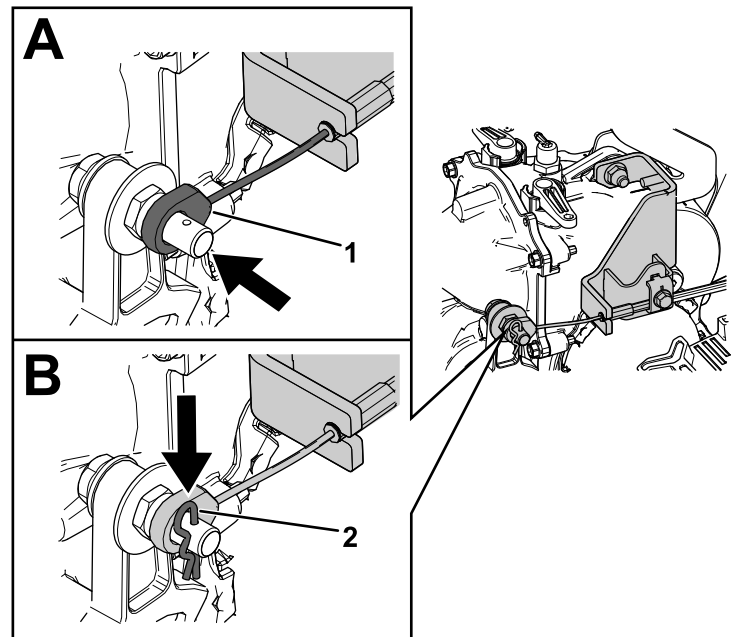

Figura 14
4. Instale el cable hidrostático en el perno sobre el conjunto de transmisión hidrostática y fíjelo con la chaveta (Figura 14).